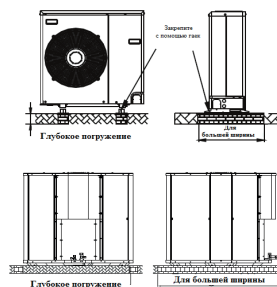

Рис.6
- 5) При возведении бетонного основания, пожалуйста, обратитесь к Рис.6: